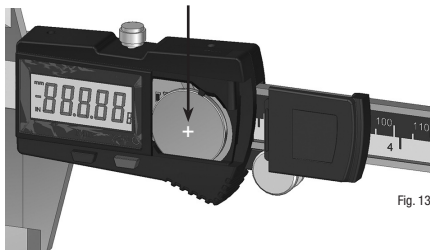

Fig. 13
- Pour installer une nouvelle pile (Fig.13), la placer avec sa face positive (+) tournée vers le haut dans le logement de la pile comme indiqué. La pile restera en place. Aligner le couvercle sur le logement de la pile, et en appuyant légèrement dessus, le pousser vers la gauche jusqu'à ce qu'un clic se produise. L'outil affiche l'écran de mesure principal.